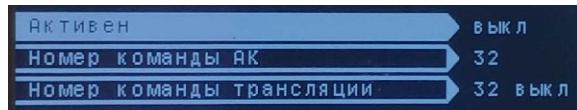

Рисунок 15 – Параметры «цифрового стыка»
**«Цифровой стык»** - задаются параметры «цифрового стыка» (см. рисунок 15). ЦС можно отключить полностью или же отдельно выбранные номера транслируемых команд. Есть возможность изменения привязки между командами, например принятая по ЦС команда №32 будет передана как команда №8.